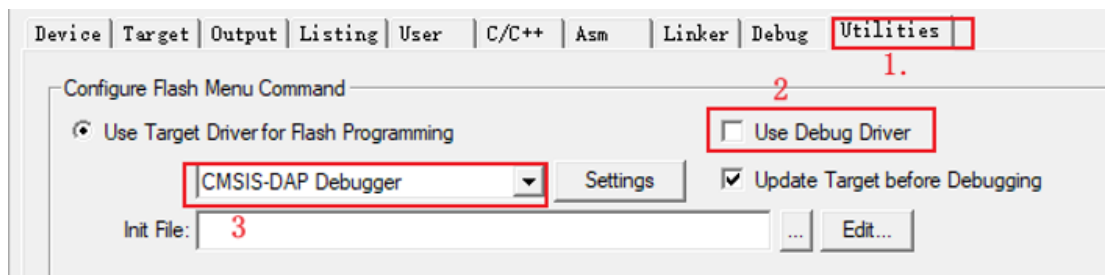

图 1.36 设置 Utilities 栏
4. 设置 Utilities 栏，首先取消勾选“Use Debug Driver”，然后选择器件，具体操作步骤如下图 1.36 所示。